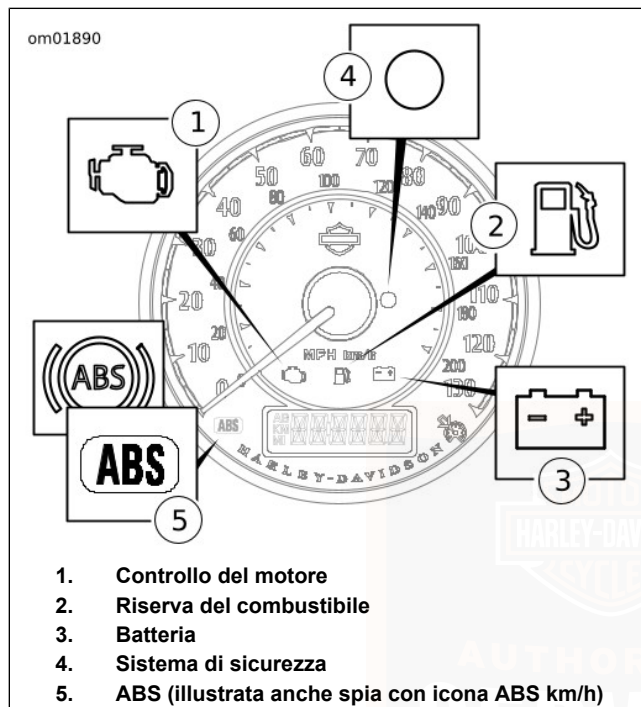

Figura 10. Spie della strumentazione: tutti tranne XL1200CX
- **Tutti tranne XL1200CX:** Vedere Figura 10.